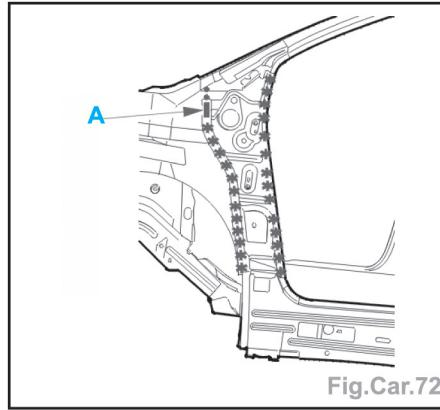

Fig.Car.72
- Découper par fraisage des points (Fig.Car.72).